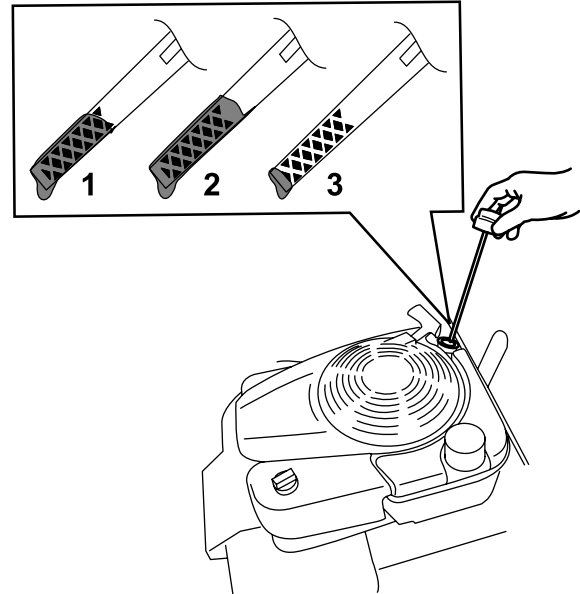

Figure 22
- Tournez le bouchon dans le sens antihoraire et sortez la jauge (Figure 22).
10. Relevez le niveau d'huile indiqué sur la jauge (Figure 22).